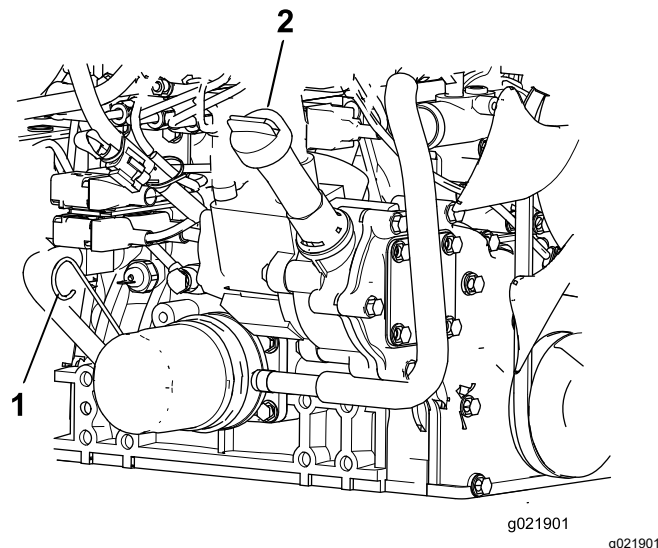

Figura 83
3. Togliete l'asta di livello, pulitela strofinandola, rimettetela nel tubo ed estraetela di nuovo. Il livello dell'olio deve essere tra la tacca PIENO e quella AGGIUNTA (Figura 83).
4. Se il livello dell'olio è basso, rimuovete il tappo di riempimento e aggiungete olio fino a quando il livello non è compreso tra la tacca di PIENO e quella di AGGIUNTA (Figura 83).